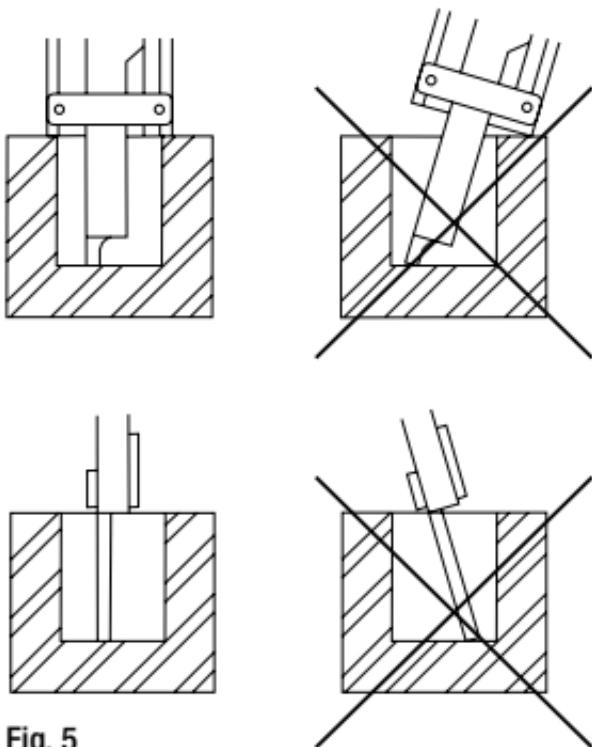

Fig. 5
- **Mesure de profondeur :** maintenir la tige de profondeur (3) perpendiculaire au fond de la pièce à mesurer (fig. 5).